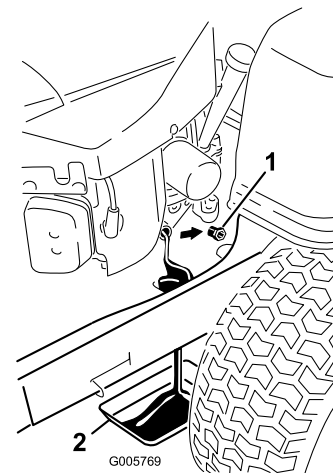

Figura 28
- Limpie la zona alrededor del tapón de vaciado del bastidor de la máquina. Coloque un recipiente debajo de la máquina, directamente debajo del orificio de vaciado del bastidor, según se muestra en (Figura 28).
- Retire el tapón de vaciado de aceite (Figura 28). Retire el tapón de llenado/varilla (Figura 28).
- Cuando se haya drenado completamente el aceite, coloque el tapón de vaciado. Limpie cualquier exceso de aceite del bastidor (Figura 28).
- Vierta lentamente un 80% aproximadamente de la cantidad especificada de aceite por el tapón de llenado (Figura 28). Consulte Mantenimiento del aceite del motor.